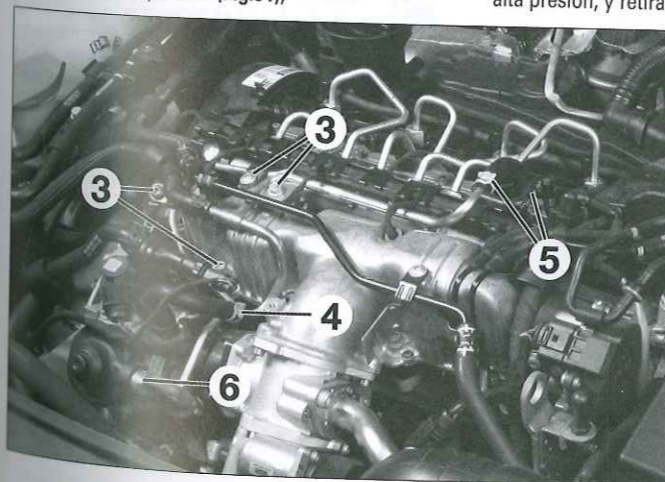

Fig. 31
- Desmontar las abrazaderas de sujeción de las tuberías de alta presión (3) (Fig.31).
- el manguito de retorno de combustible (4) de la bomba de alta presión (Fig.31),